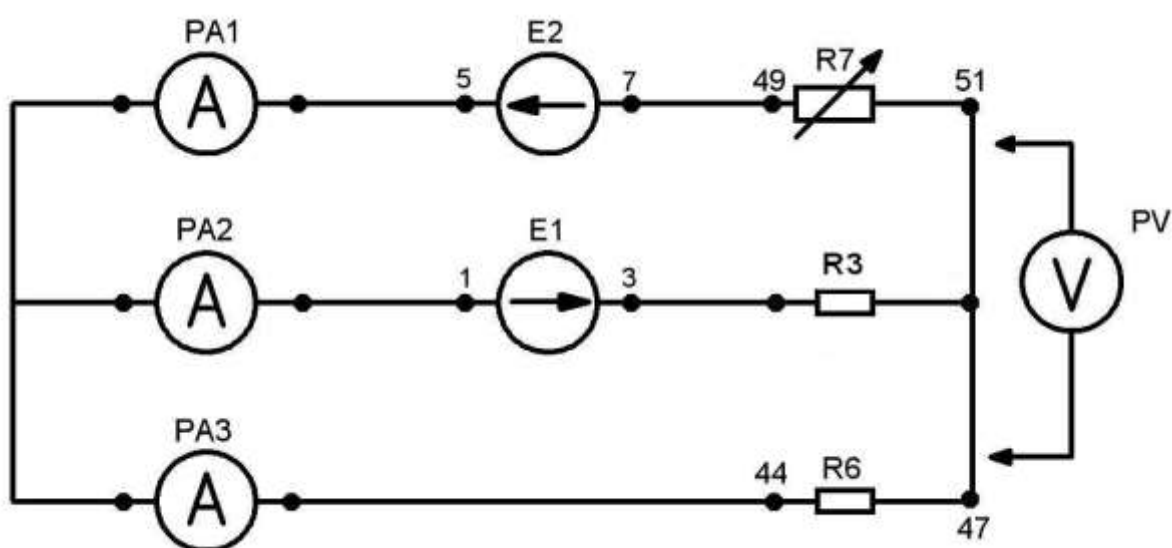

Рисунок 4
1. Начертить схему цепи, рисунок 4